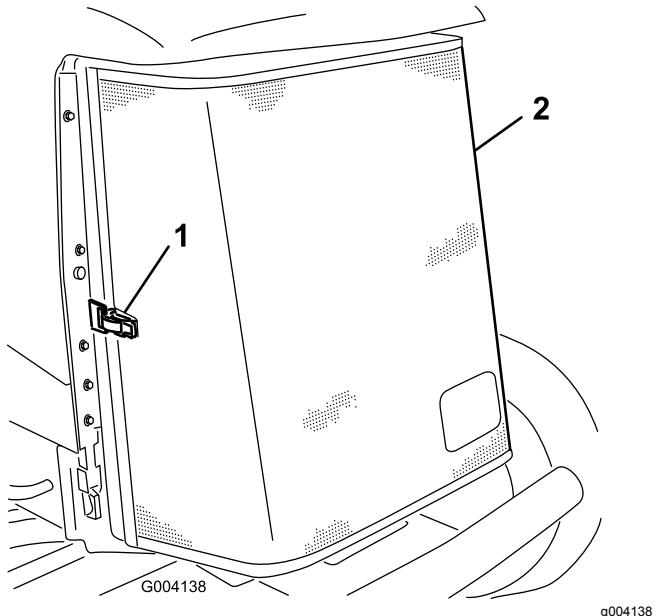

Figura 56
3. Desenganche y abra la rejilla trasera (Figura 56).